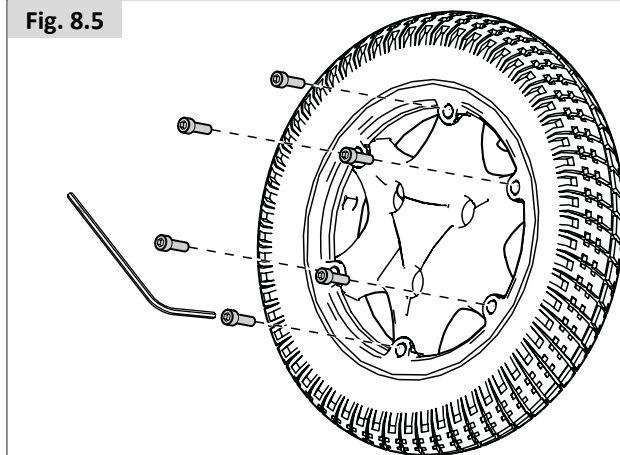

Fig. 8.6
- Sollevare e togliere il cerchione interno dal bordo dello pneumatico (Fig. 8.6).